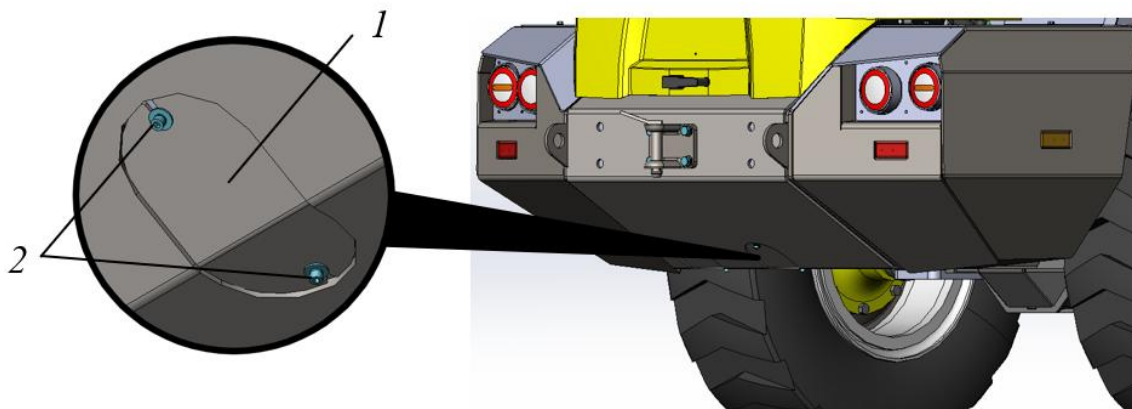

Рисунок 5.55. Сервисный лючок для слива гидравлического масла с бака
- ▶ Снять правый лючок 1 в задней части машины, см. рис. 5.55.
- ▶ Установить правый лючок 1, закрепив его винтами с шайбами 2, см. рис. 5.55.